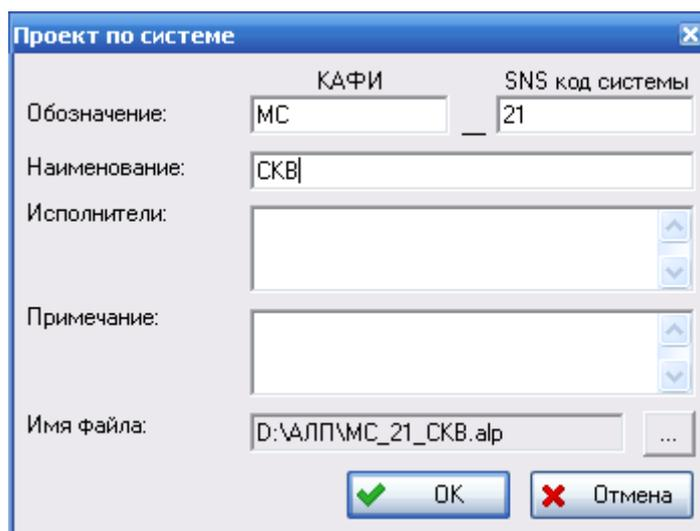

Рис. 2-8
2. В появившемся окне **Проект по системе** (рис. 2-8):